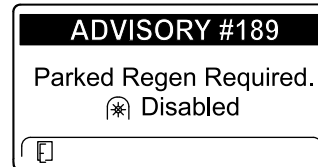

Figure 46
- Si vous n'exécutez pas de régénération en stationnement dans un délai de 2 heures, l'InfoCenter affiche ADVISORY #189 (avis n° 189) pour demander une régénération en stationnement – prise de force désactivée (Figure 46).